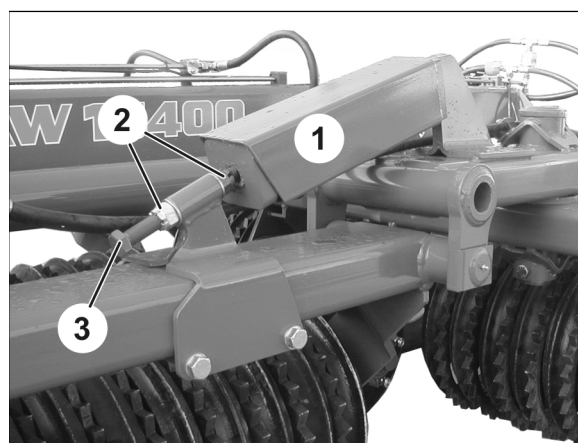

Fig. 23
Trykkanordningen (Fig. 23/1) øker trommeltrykket mot bakken.
1. Løsne begge kontramutterne (Fig. 23/2).
2. Skru inn skruen (Fig. 23/3).